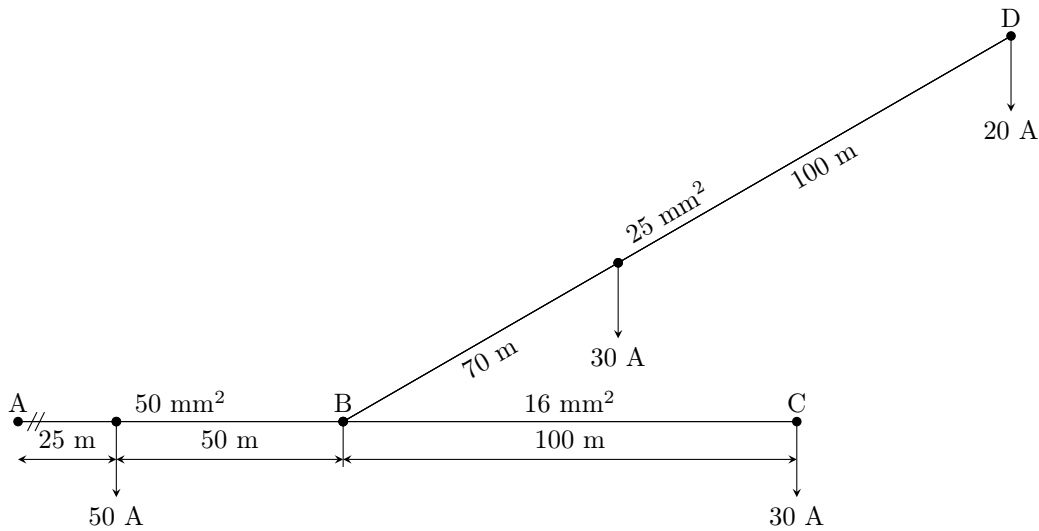

Figura 7.12: Diagrama unifilar del problema 7.23.
7.23 (2.10-5.) Calcular la caída de tensión en los tramos AB, BC y BD de la línea de distribución bifilar de corriente continua con las cargas, longitudes y secciones que indica la figura 7.12. Los conductores son de cobre y la tensión de alimentación 220 V.